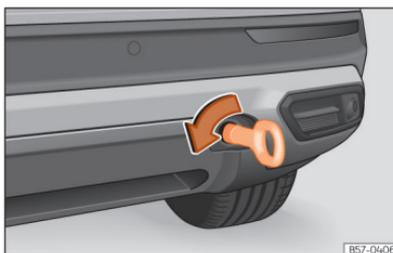

Fig. 200 No lado direito do para-choques traseiro: argola de reboque enroscada.
- Enrosque a argola de reboque no alojamento girando-a ao máximo **no sentido contrário ao dos ponteiros do relógio** »» **Fig. 200**, »» ①. Utilize um objeto adequado com o qual possa enroskar completa e firmemente a argola de reboque no seu alojamento.